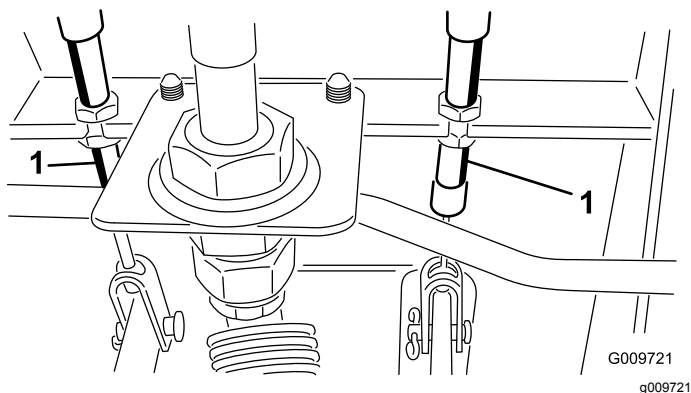

Рисунок 77
- А. Отпустите переднюю гайку на резьбовом конце гибкого тросика тормоза (Рисунок 77).